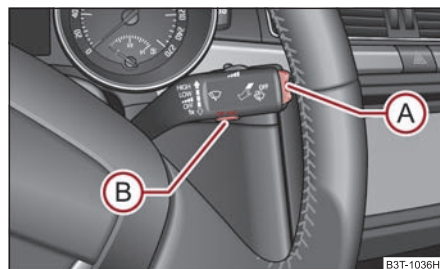

Fig. 27 Pantalla informativa: Elementos de mando en la palanca de limpiacristales
- **MAIN MENU (MENÚ PRINCIPAL)** se activa pulsando la tecla basculante **A** ⇒ fig. 27 durante más de 1 segundo.